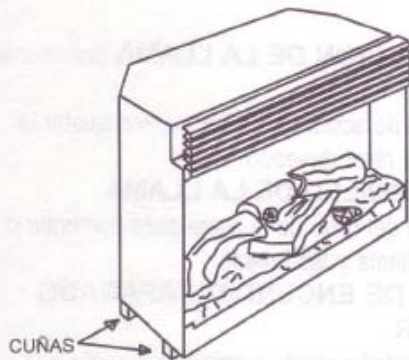

FIGURA 7
5. Nivele, si se requiere, con ambas cuñas de madera (no se incluyen) (FIGURA 7).